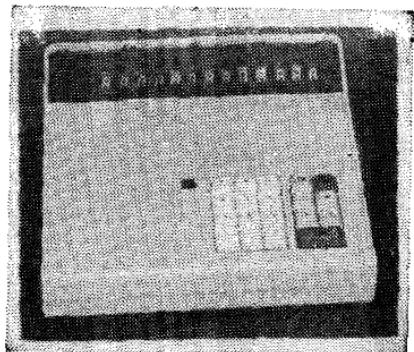

Рис. 33. Электронная вычислительная машина «Искра-1103»
**6.5. Электронная клавишная вычислительная машина «Искра-1103»** (рис. 33) предназначена для механизации учетно-статистических и простейших вычислительных работ.